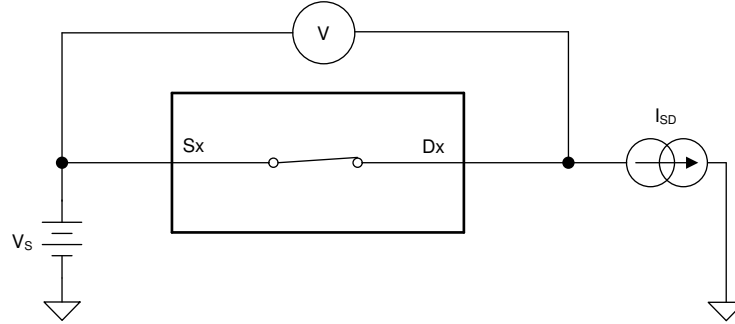

图 6-1. 导通电阻测量设置
器件的导通电阻是器件源极 (Sx) 和漏极 (Dx) 引脚之间的欧姆电阻。导通电阻随输入电压和电源电压的变化而变化。符号 R_{ON} 用于表示导通电阻。图 6-1 展示了用于测量 R_{ON} 的测量设置。电压 (V) 和电流 (I_{DS}) 通过此设置进行测量， R_{ON} 的计算方法如下所示， $R_{ON} = V/I_{SD}$ ：